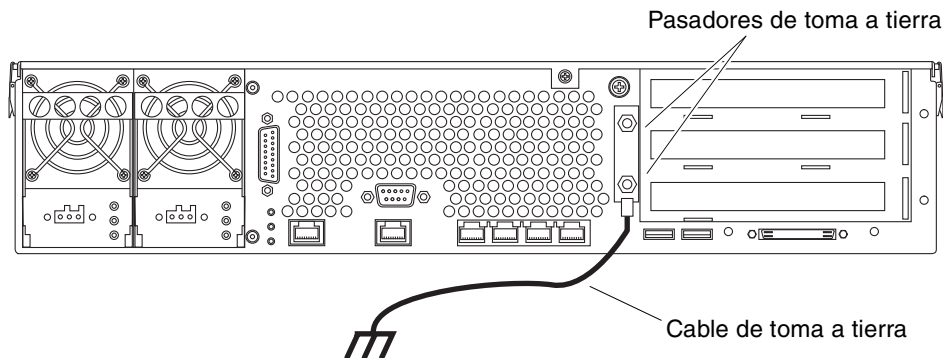

FIGURA 4-3 Ubicación de los pasadores de toma a tierra de la carcasa
2. Sitúese en la parte trasera del servidor y busque los dos pasadores de toma a tierra de la carcasa (consulte la FIGURA 4-3).